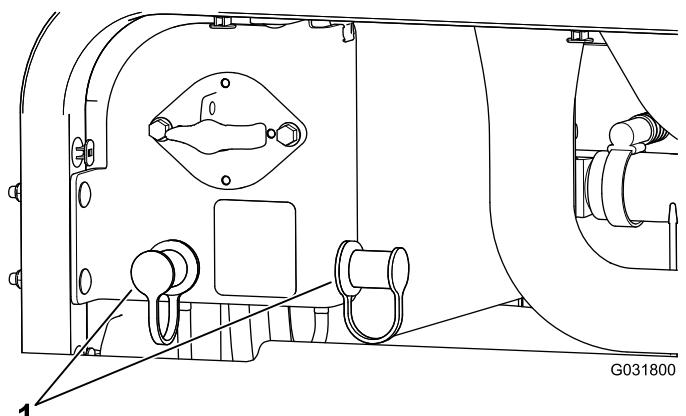

Figure 107
- Retirez les capuchons des bornes de la batterie déchargée (Figure 107)